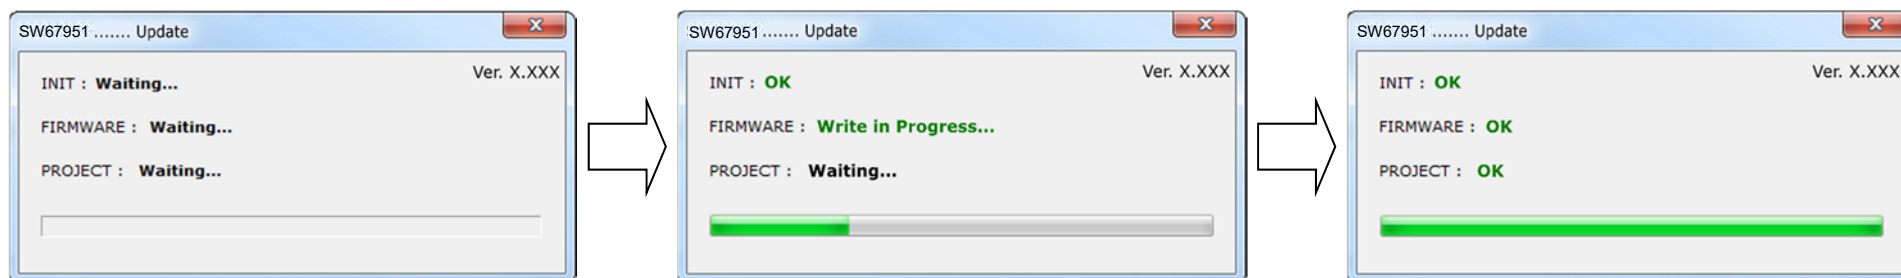

Abb. 11: Updatevorgang
- Nach erfolgreichem Updatevorgang (Abb. 11), schalten Sie das Gerät aus.
- Nach erfolgreichem Updatevorgang (Abb. 11), läuft das Gerät automatisch mit den neuen Parametern im RUN-Modus weiter.